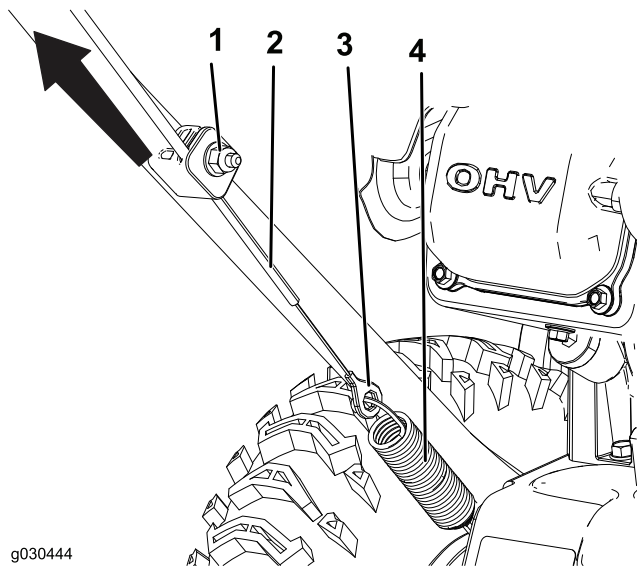

Figura22
1. Slăbiți piulița de pe clema de cablu inferioară, însă nu o înlăturați (Figura22).
2. Trageți cablul în sus pentru a-l tensiona mai mult (Figura22).
3. Țineți cablul și strângeți piulița (Figura22).